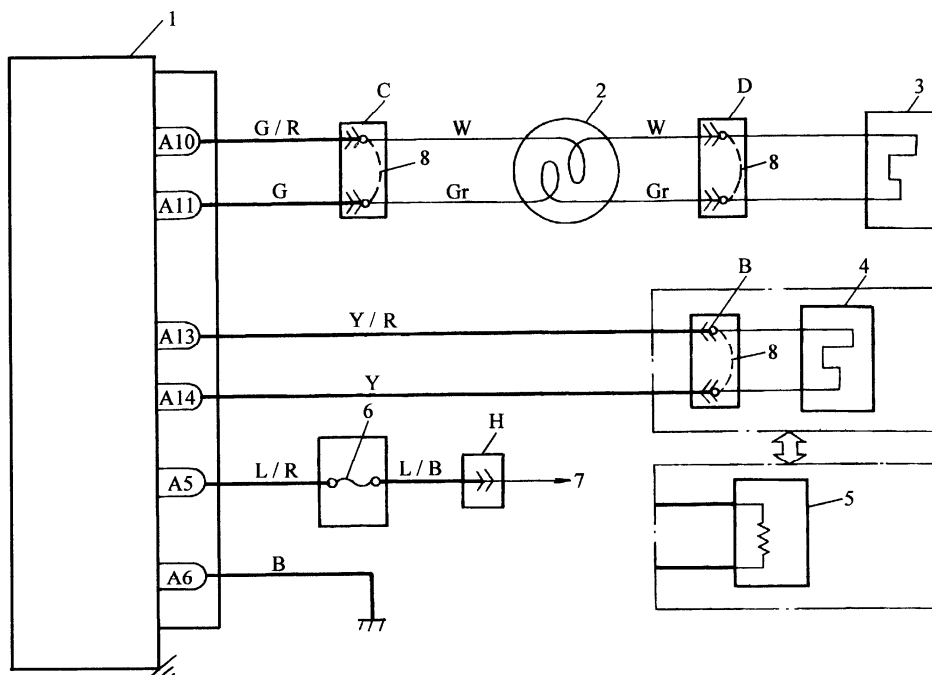
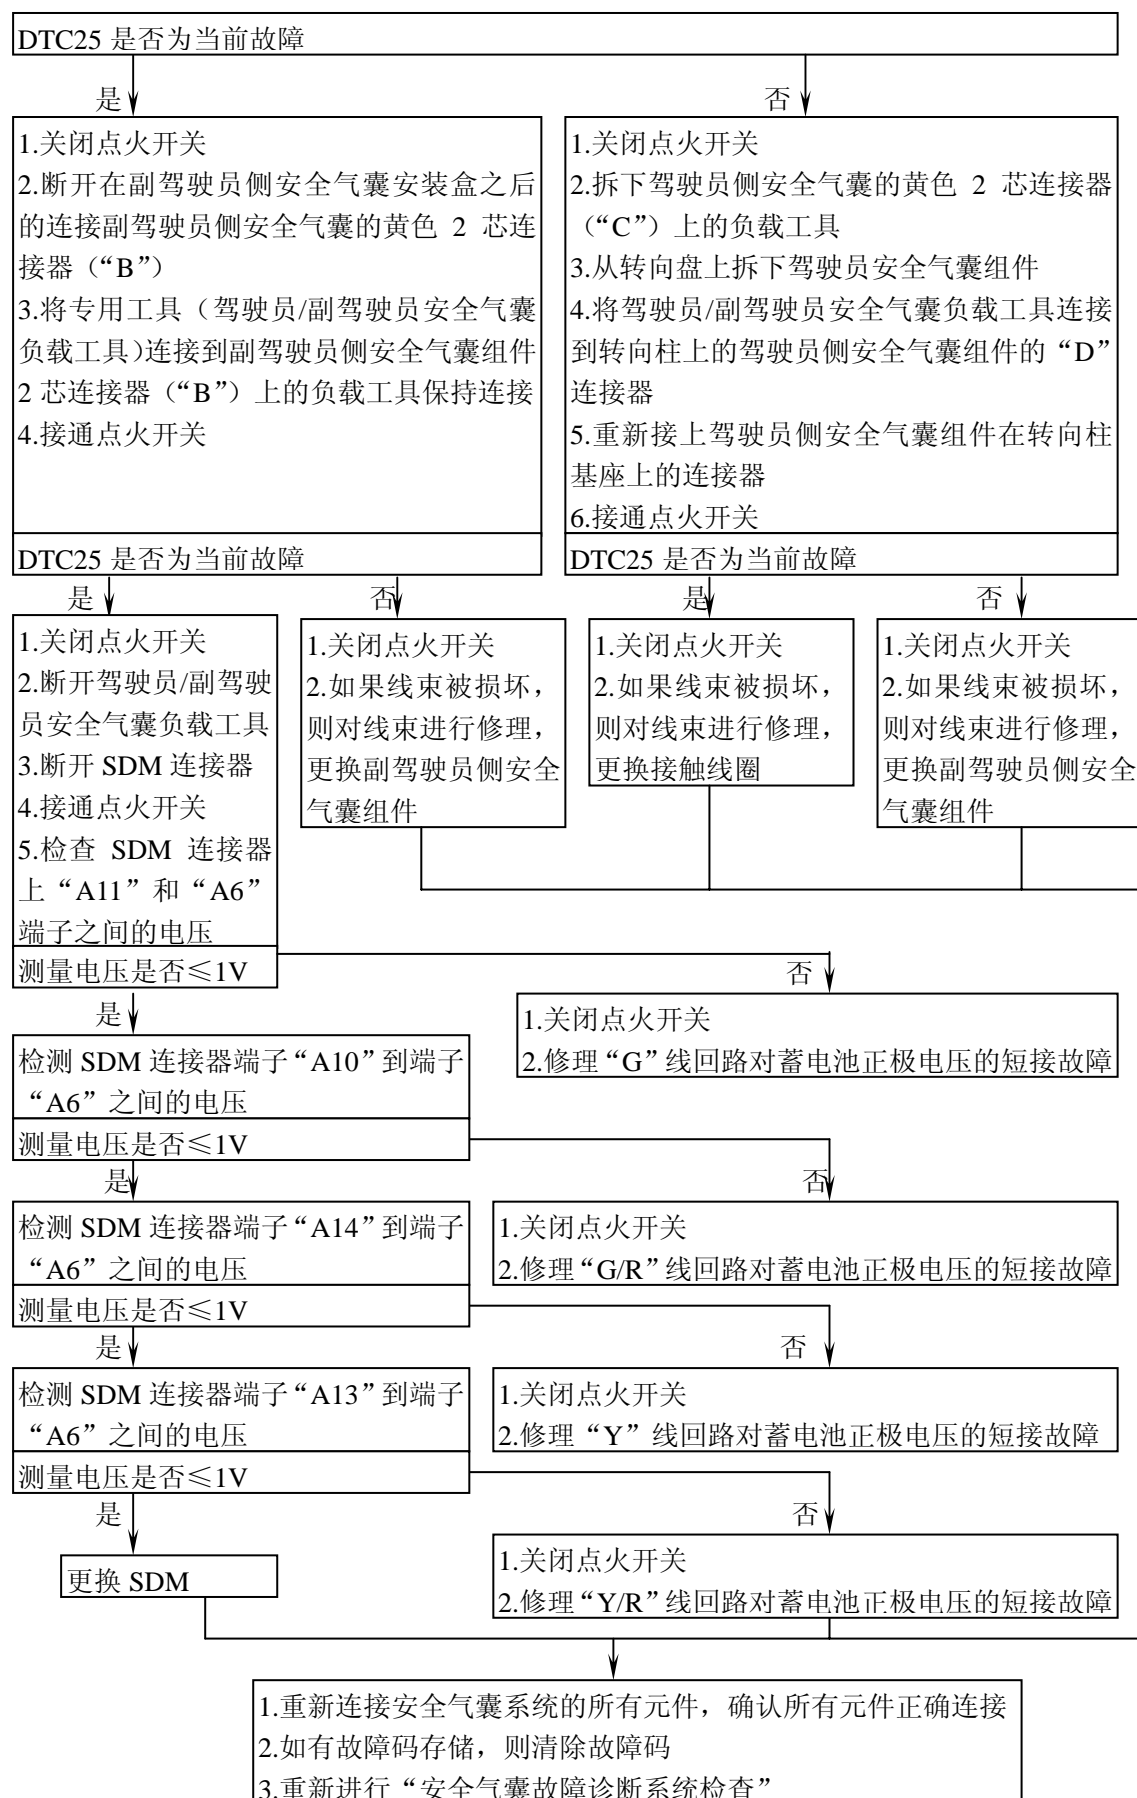

图 10-22 安全气囊触发电路
图 10-24 触发回路对电源短路的检查
(1) 触发电路见图 10-22。
电路图见图 10-22，检查程序见图 10-24。